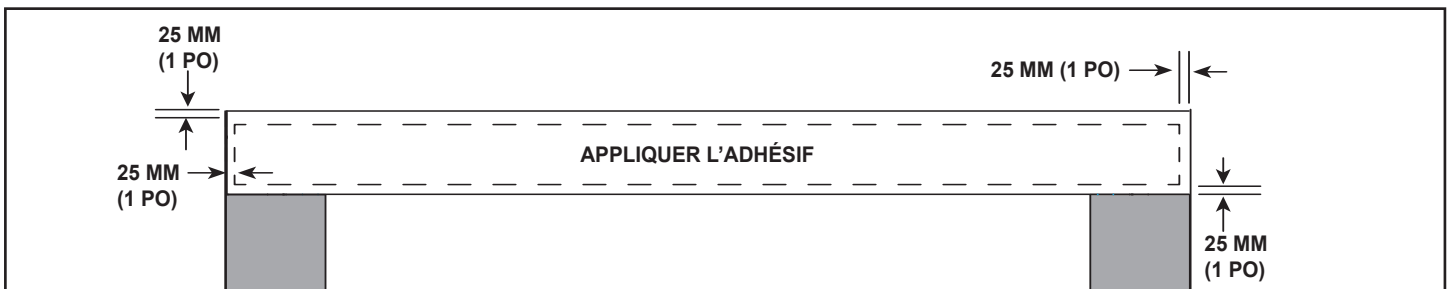

Figure 10.28. Appliquez l'adhésif sur le granite du haut et du bas
- Appliquez une généreuse quantité d'adhésif au dos de la pièce de granite inférieure. La même méthode sera utilisée pour les pièces du haut et du bas. Voir la figure 10.28 quant à la zone appropriée pour appliquer l'adhésif. NE PAS appliquer d'adhésif trop près des bords. Laissez 25 mm (1 po) autour des bords. Évitez les fuites d'adhésif autour des bords en l'appliquant pas trop près des bords
- Appliquez une généreuse quantité d'adhésif au dos de la pièce de granite supérieure. Voir la figure 10.28. Le granite est lourd et doit être adéquatement fixé au mur.